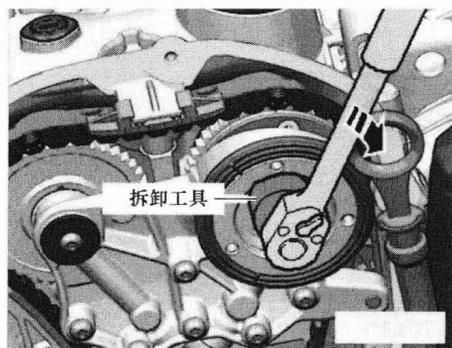

图 1-1-2
(1) 拆卸正时链的上部盖板。
(2) 用拆卸工具沿图 1-1-2 所示箭头方向拆卸控制阀螺栓（左旋螺纹）。